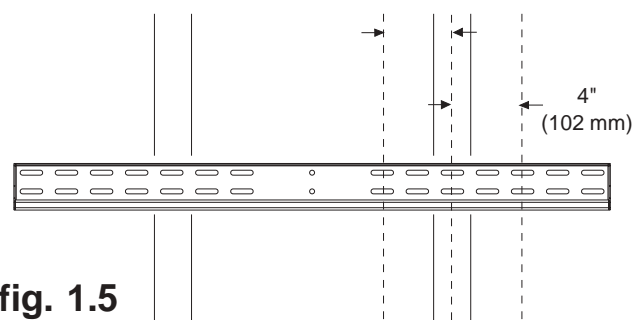

fig. 1.5
**Remarque** : si le matériel de montage pèse plus de 45 kg (100 lb), il est fortement conseillé d'avoir recours au montage à triples montants. La plaque murale peut être décentrée d'un maximum de 10,2 cm (4 po), comme indiqué à la figure 1.5.